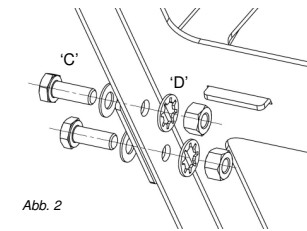

Abb. 2
4. Richten Sie nun die die Öffnungen von Oberteil (B) und Unterteil (A) aus. Stecken Sie nun die Schrauben von Außen (C) in die Öffnungen und ziehen die Muttern (D) gründlich fest (siehe Abb. 2)
5. Lösen Sie nun die die Schrauben und Unterlegscheiben von der Rückseite des Heizstrahlers (E).
6. Verbinden Sie nun die Rückseite des Heizstrahlers mit dem Oberteil (A) aus. Stecken Sie nun die 4 Schrauben und Unterlegscheiben (C) and versichern Sie sich das die Schrauben fest angezogen werden.